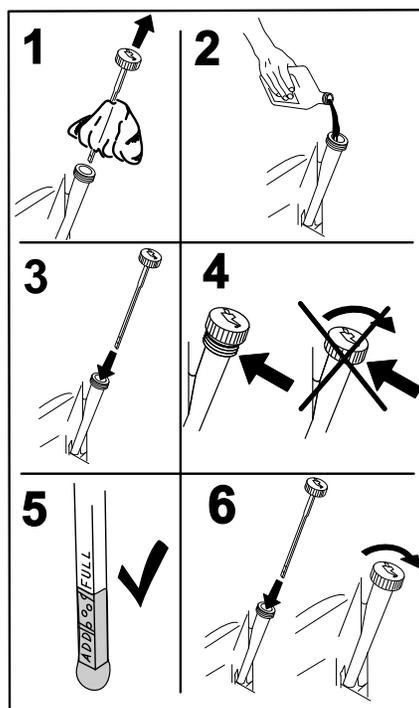

図 44
4. 所定量の 80% 程度のオイルをゆっくり入れ、そこから、残りの量を注意深く足して FULL マークまで入れる (図 44)。